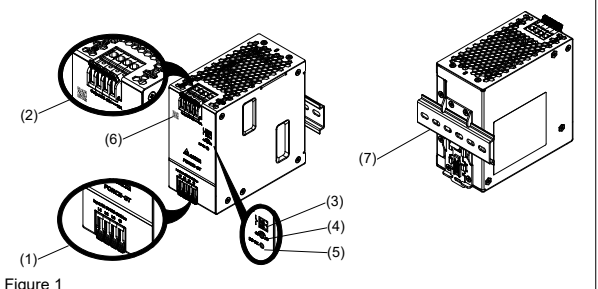

Figure 1
- 2. Gerätebeschreibung (Abb. 1)
4.1. Anschluss der Eingangsklemmen (Abb. 1 (1), Abb. 7)
4.2. Anschluss der Ausgangsklemmen (Abb. 1 (2))
- 2. Device description (Fig. 1)
4.1. Input connection (Fig. 1 (1), Fig. 7)
Use L1, L2, L3 and PE connections of input terminal connector (see Fig. 1 (1)) to establish the 3 x 380-500Vac connection.
4.2. Output connection (Fig. 1 (2))